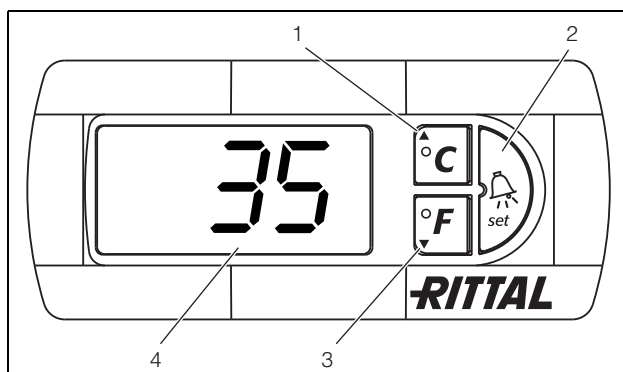

Fig. 24: Controllo Comfort
Il controllo Comfort dispone di un display a 7 segmenti (fig. 24, nr. 4). Dopo l'inserzione dell'alimentazione, sul display appare per ca. 2 secondi la versione del software utilizzato. In modalità di funzionamento normale il display visualizza sia la temperatura (in gradi Celsius o gradi Fahrenheit, commutabili) sia le segnalazioni di guasto.
Per la programmazione dell'apparecchio si utilizzano i tasti 1 – 3 (fig. 24). Analogamente i parametri sono visualizzati sul display.
- Premere contemporaneamente i tasti 1 e 2 (fig. 24) per min. 5 secondi.
Con i tasti 1, 2 e 3 (fig. 24) è possibile modificare 24 parametri entro i campi predefiniti (valore min., valore max.).